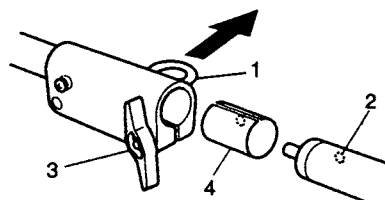

Fig.2-2
3. Make sure the lock pin (1) fits in the location hole (2) of tube and that the tube will not come off. (Fig. 2-2)
4. Tighten the knob nut (3) securely. (Fig.2-2)
3. S'assurer de ce que la cheville de verrouillage (1) s'enclave dans le trou de
fixation (2) du tuyau et que le tuyau ne se détache pas. (Fig. 2-2)
4. Serrer fermement l'écrou de blocage (3). (Fig.2-2)